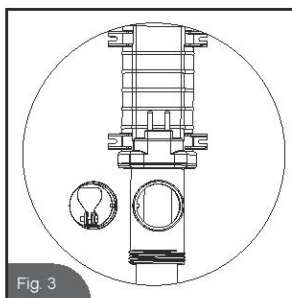

Fig. 3
2. Nettoyez les dépôts et les détritrus sur la surface du capteur de débit avec un tuyau d'arrosage. (utilisez une brosse en plastique si cela s'avère nécessaire mais pas une brosse métallique) (voir Fig. 3)